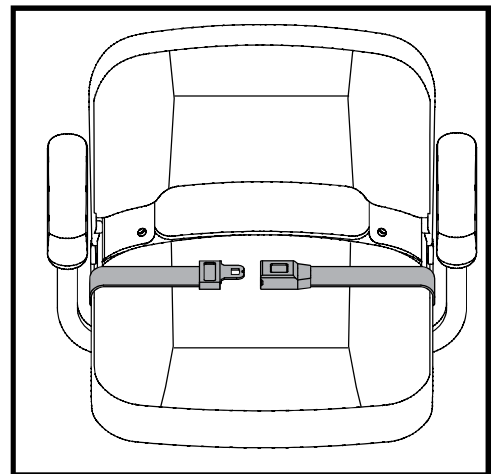

Figura 30. Cinture di sicurezza
La seduta del miniscoter può essere dotata di cinture di sicurezza regolabili per maggiore comodità. **Vedere figura 30.** La cintura di sicurezza è stata progettata per garantire un maggiore supporto all'utente ed evitare che scivoli in avanti o indietro sulla seduta. La cintura di posizionamento non è concepita come dispositivo di contenimento.
1. Inserire il gancio metallico del lato destro della cintura nella chiusura di plastica al lato opposto spingendo fino a sentire un "click". **Vedere figura 30.**